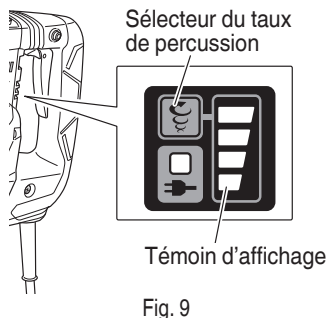

Fig. 9
11. Réglage de la fréquence de percussion (Fig. 9)